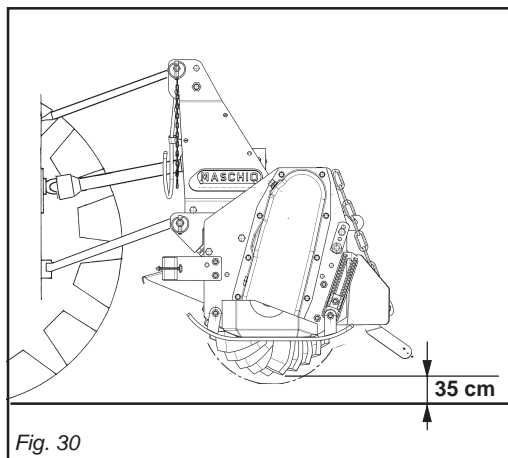

Fig. 30
Evitare di far girare a vuoto (fuori del terreno) la macchina. Durante il lavoro evitare di effettuare curve con la macchina interrata, ne tantomeno lavorare in retromarcia (Fig. 28, 29). Sollevarla sempre per i cambiamenti di direzione e le inversioni di marcia. Durante il trasporto, od ogni qualvolta si renda necessario il sollevamento dell'attrezzatura, è opportuno che il gruppo di sollevamento del trattore venga regolato in modo che la macchina stessa non sia sollevata da terra per più di 35 cm circa (Fig. 30). Evitare di immettersi su strade pubbliche con la macchina sporca di terra, erba o quant'altro che produca sporcizia e/o intralcio al traffico stradale. Non far cadere con violenza la macchina sul terreno ma farla scendere lentamente per consentire il graduale inserimento delle lame nel terreno.
*Never allow the machine to operate out of the soil. During work, avoid turning corners while the implement is soil working. Never work in reverse (Fig. 28, 29). Always raise the implement in order to reverse or change direction. During transport, or whenever the implement must be raised, it is advisable to adjust the lift unit of the tractor so that the implement itself is not raised more than about 35 cm from the ground (Fig. 30). Do not drive on public highways if the machine is dirtied with soil, grass or anything else that could dirty and/or hamper the road traffic. Lower the machine slowly to allow the blades to gradually penetrate the soil. Do not allow it to drop violently on to the ground.*
Évitez de faire tourner l'appareil à vide (hors du sol). Pendant le travail évitez les virages quand la houe est enterrée ou bien en marche arrière. Relevez toujours l'appareil lors des changements de direction et des inversions de marche (Fig. 28, 29). Pendant le déplacement et chaque fois qu'il faut relever la houe, veillez à ce que le groupe de relevage du tracteur soit réglé de manière à la soulever au moins de 35 cm (Fig. 30). Éviter de s'engager sur les routes publiques avec la machine souillée de terre, herbe ou autre pouvant salir ou gêner la circulation. Ne pas faire tomber la machine avec violence sur le sol mais la faire descendre lentement pour faire pénétrer les lames graduellement dans le sol.
*Vermeiden Sie es, die Maschine unbelastet (außerhalb der Erde) laufen zu lassen. Wenn das Gerät unterirdisch arbeitet, keine Kurven fahren und auch nicht rückwärts fahren (Abb. 28, 29). Das Gerät zum Ändern der Richtung und zum Wenden immer ausheben. Während des Transportes, jedesmal wenn das Ausheben des Gerätes erforderlich wird, sollte der Kraftheber des Schleppers immer so eingestellt werden, daß das Gerät nicht mehr als circa 35 cm Abstand vom Boden aufweist (Abb. 30). Vermeiden Sie es, auf öffentliche Straßen zu fahren, wenn die Maschine mit Erde, Gras oder anderem verschmutzt ist, das die Fahrbahn verschmutzen und/oder den Verkehr behindern kann. Achten Sie darauf, daß das Gerät nicht auf den Boden fällt, sondern langsam gesenkt wird, um zu ermöglichen, daß die Klingen langsam in den Boden eingezogen werden.*
Evitar hacer girar en vacío (no apoyada sobre el terreno) la máquina. Durante el trabajo evitar efectuar curvas con la máquina enterrada y no bajar marcha atrás. Alzarla siempre para cambiar de dirección y para las inversiones de marcha (Fig. 28, 29). Durante el transporte, cada vez que se hace necesario alzar el equipo, es conveniente que el grupo de elevación del tractor se regule en modo tal que el equipo mismo no se alce desde el suelo más de 35 cm aprox. (Fig. 30). Evitar el ingreso en carreteras públicas con la máquina sucia de tierra, hierba o todo otro elemento que produzca suciedad y/o obstruya el tráfico de la carretera. No hacer caer con violencia la máquina sobre el terreno, hacerla descender lentamente para permitir la gradual introducción de las cuchillas en el terreno.